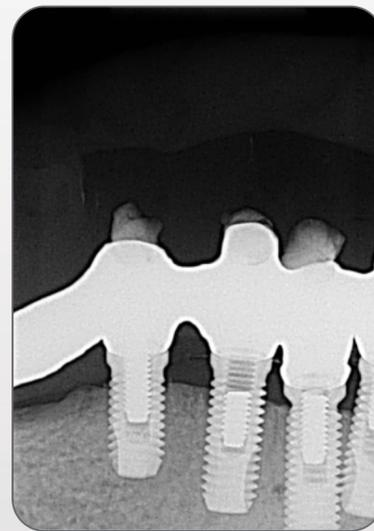

Figura 3.
- Pilar con espiras fracturadas (Figura 3).